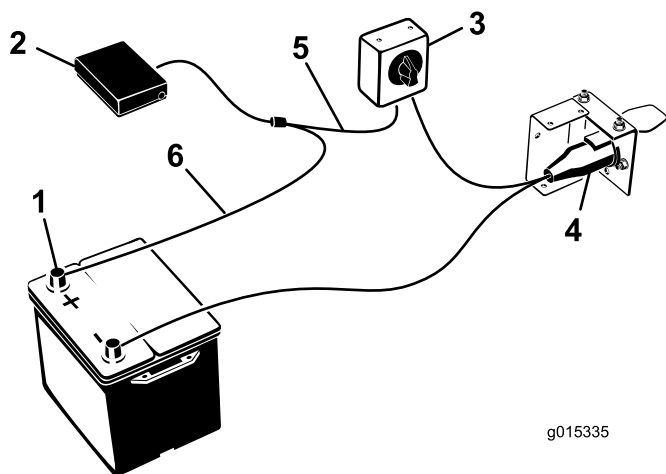

Bild 11
7. Befestigen Sie den Kabelbaum wie folgt an den Komponenten (Bild 11)